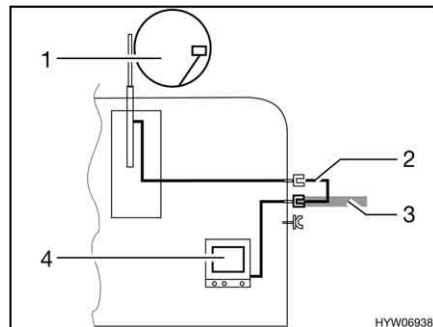

Bild 148 TV i fordonet
- TV i fordonet (Bild 148,4): Anslutning till takantenn (Bild 148,1) med anslutningskabel (Bild 148,2)
- TV i fordonet (Bild 148,4): Anslutning till extern antenn (Bild 148,3)